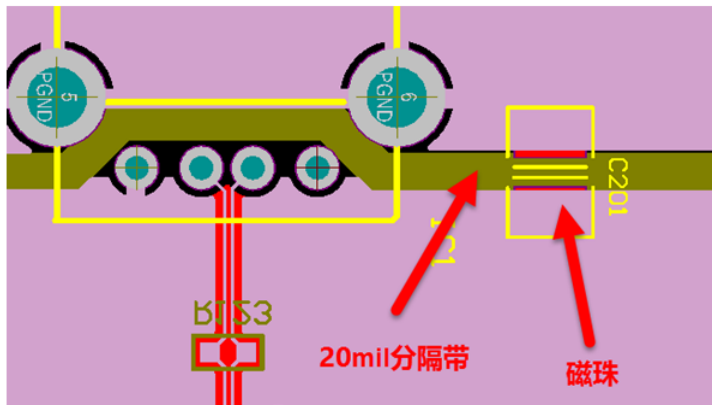

图 4-11 USB 保护地的隔离
6) 若USB两边定位柱接的是保护地，分割的时候保证与GND的距离是2MM，并在保护区域多打孔，保证充分连接，并用磁珠与GND进行跨接，如图4-11。